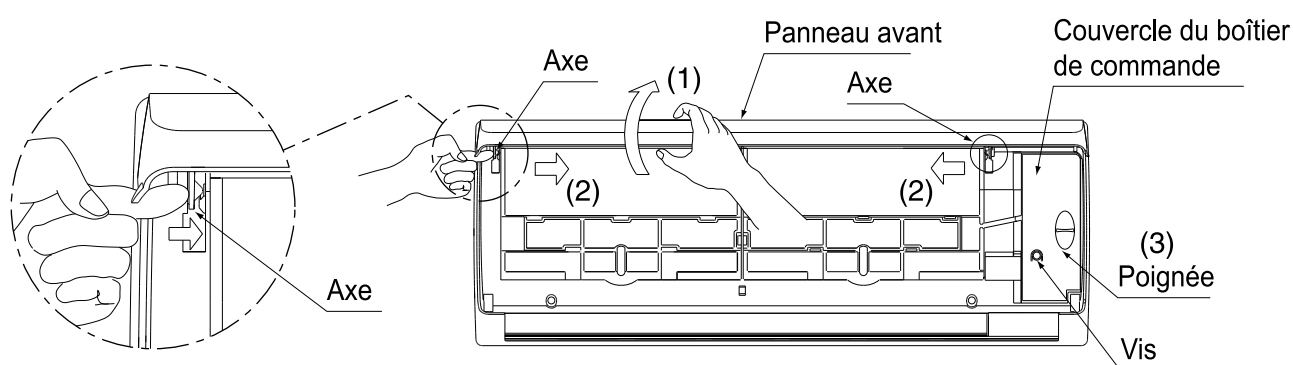

Fig. 6
(1) Retirez le panneau avant et le couvercle du boîtier de commande (reportez-vous à la fig. 6).